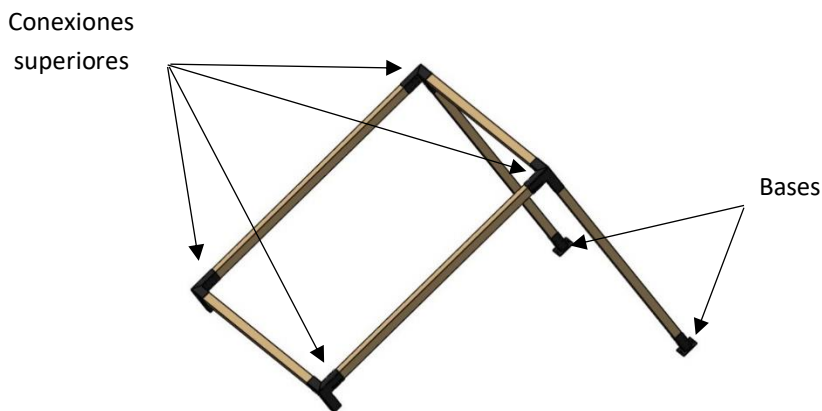

FIG. 6
Paso 6: Elevar (con la ayuda de al menos una persona más) uno de los lados de la estructura para poder introducir las columnas o patas **¡sin atornillarlas aún!**. Ver Fig.6